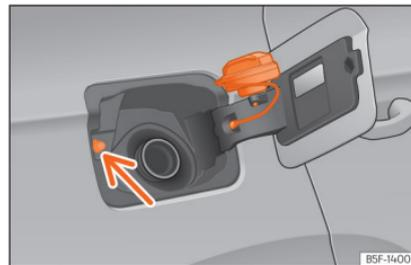

Fig. 223 Tampa do depósito com o tampão encaixado.
Evite tocar no botão de trancagem da tampa de combustível » » **Fig. 223** (seta). O sistema entenderá que acabou e não poderá continuar a abastecer. Volte a pressionar o botão  da porta do condutor para continuar.
- Coloque-a no espaço existente na dobradiça da tampa aberta » » **Fig. 223**.